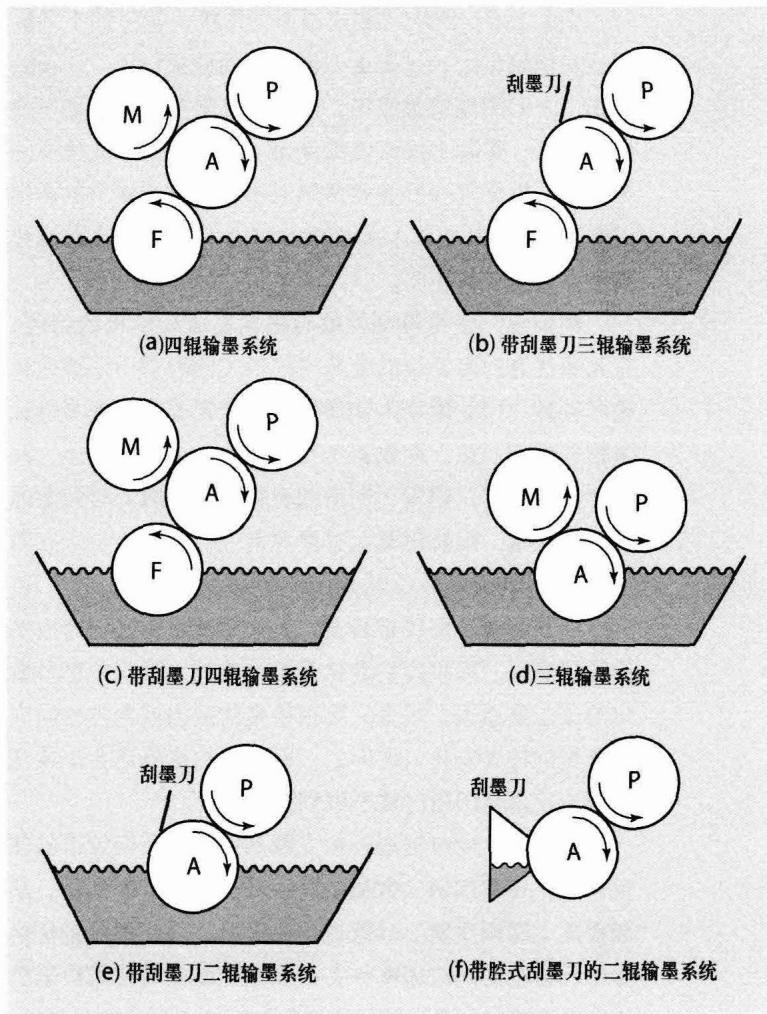

图9-1 柔性版印刷机输墨结构
**上墨结构** 用于包装印刷的柔性版印刷机使用了至少六种上墨结构，见图9-1。四辊上墨系统 [图9-1(a)]
采用刮墨刀的三辊系统 [图9-1 (b)] 是四辊结构
的变体，采用刮墨刀计量油墨。四辊上墨系统加上了刮墨刀 [图9-1 (c)]，是前两种上墨系统的综合。图9-1 (d) 图示了网纹辊在墨斗里转动，用计量辊刮除油墨的结构。图9-1 (e) 中的上墨系统与图9-1 (d) 类似，但使用刮墨刀来刮除油墨。
图9-1 (f) 图示了腔式刮墨刀系统，其中的下刀轻轻压在网纹辊上，只有上刀真正起到计量作用。油墨处于由上下刀形成的墨腔中，由于网纹辊在连续转动中使网穴上墨，实际上没有油墨流出。两端封档方式使得油墨不会从刮墨刀和网纹辊两端泄漏。带有刮墨刀的两辊上墨系统 [图9-1 (e) 和图9-1 (f)] 使得使用高黏度和高色强油墨成为可能。